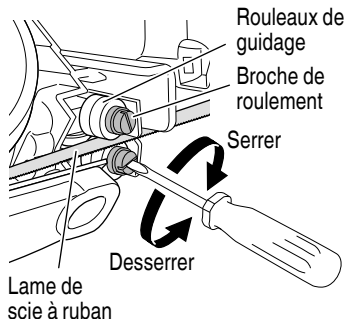

Fig. 26
4. Inspection des rouleaux de guidage de la lame de scie à ruban et réglages des interstices (Fig. 26)